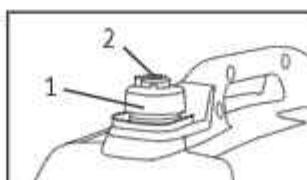

Рис. 8
После полного охлаждения двигателя поверните воздушный клапан (2) крышки топливного бака (1) в положение «ВЫКЛ/OFF», (рис. 8) (для моделей HHY 1050, HHY 2050Si и HHY 3050Si).